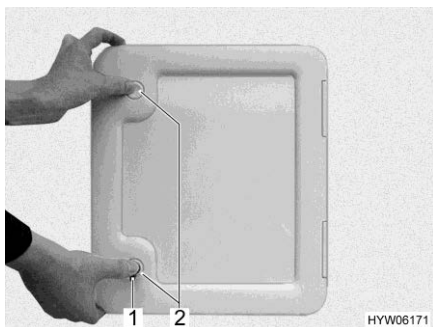

Bild 285 Lucka för latrintank
- Öppna luckan till latrintanken på fordonets utsida. Stick för detta in nyckeln i låscylindern i trycklåset (Bild 285,1, Bild 286,1 eller Bild 287,1) och vrid den ett kvarts varv.
- I förekommande fall: Tryck samtidigt in de två trycklåsen (Bild 285,2 eller Bild 287,2) med tummarna och öppna luckan.